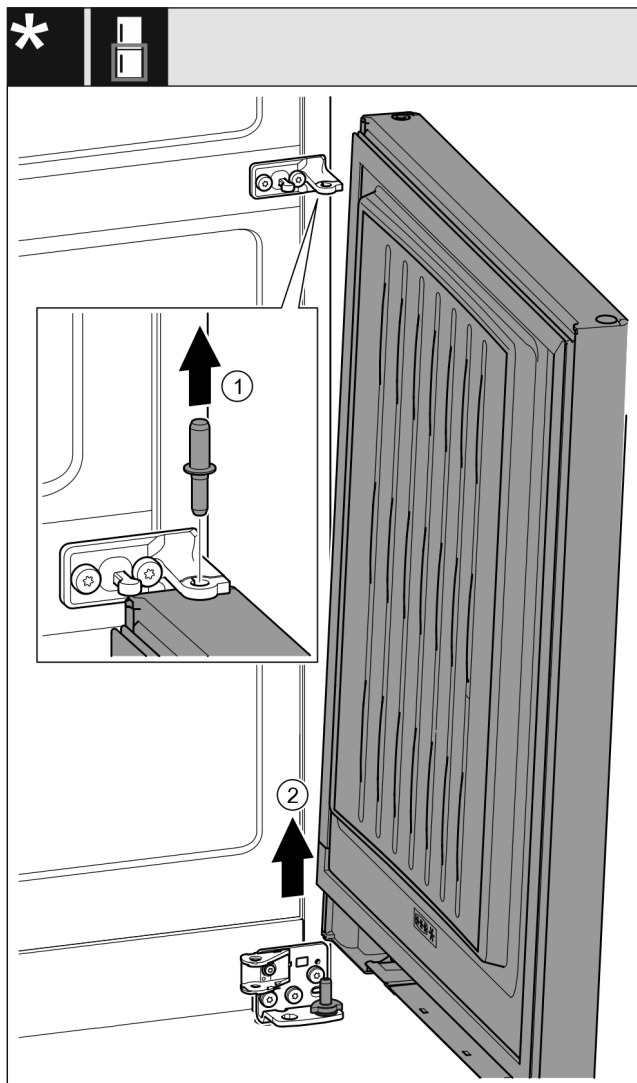

Fig. 23 *
- ▶ Sworznie wyjąć w górę. Fig. 23 (1)*
- ▶ Drzwi wyjąć pociągając w górę, a następnie odstawić z boku. Fig. 23 (2)*